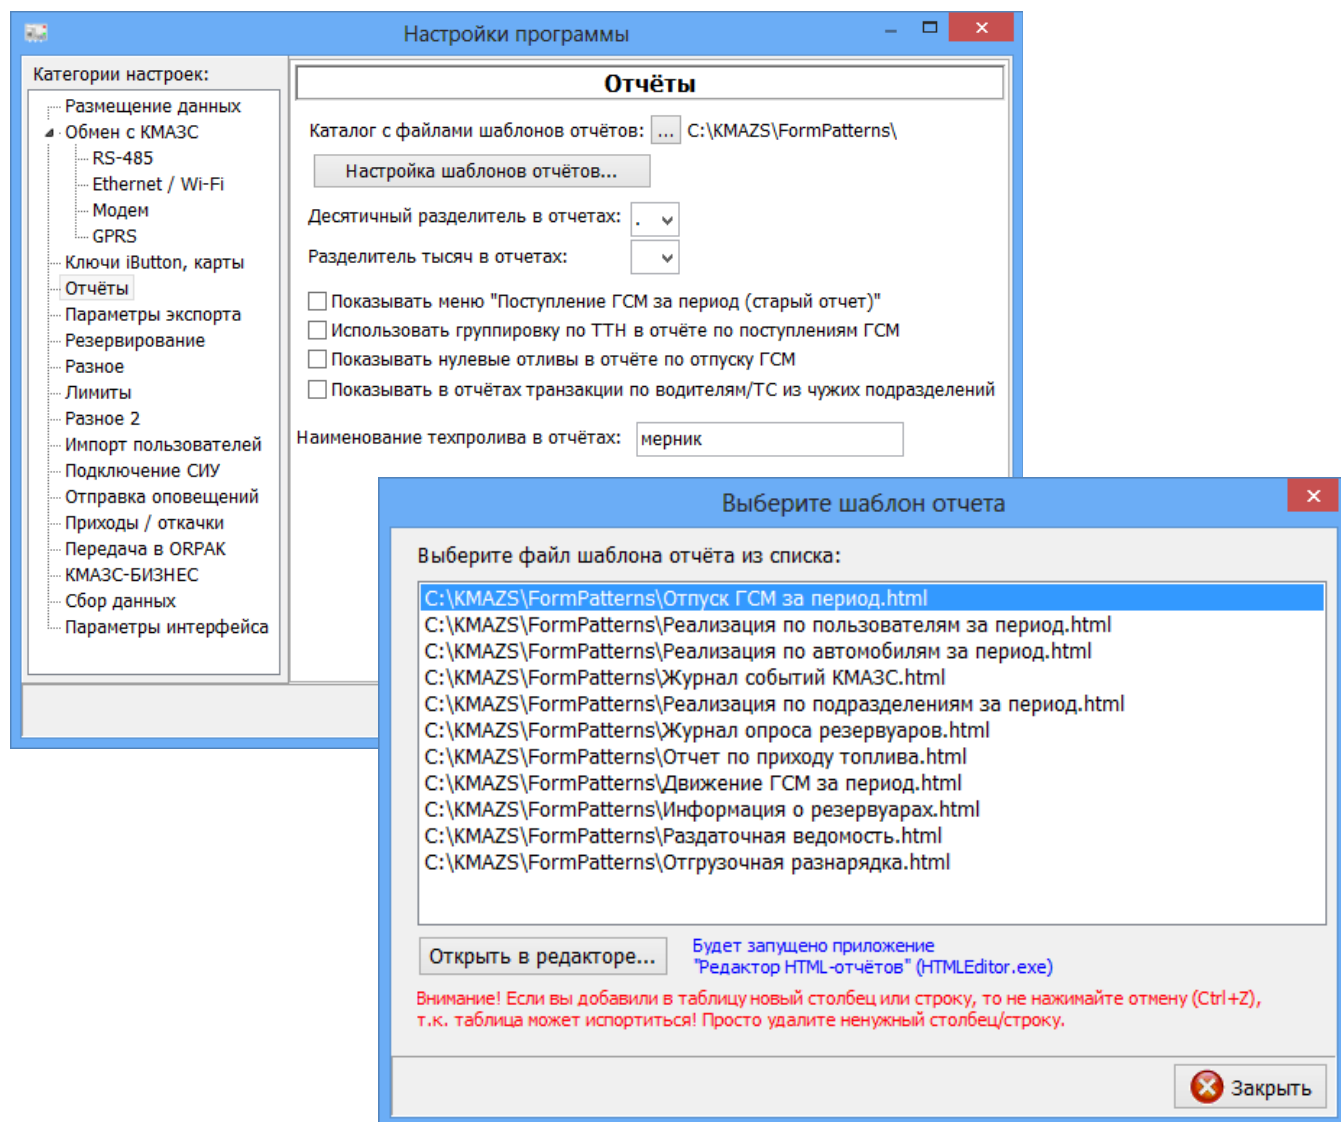

Рис. 30
В меню Настройки\Настройки программы\Отчеты (рис.30) задаются настройки отчетов.
Для изменения шаблона отчета нажмите кнопку «Настройка шаблонов отчетов...», в открывшемся окне (рис.30) выберите нужный шаблон и нажмите кнопку «Открыть в редакторе». Откроется HTML редактор, в котором можно изменить форму отчета (добавить или удалить столбцы, строки и переменные).
В меню Настройки\Настройки программы\Параметры экспорта (рис.30а) задаются настройки для формирования DBF-файлов (отчет «Экспорт отливов за период (1С,Excel)»). Описание полей созданного файла «Экспорт отливов за период» см рис.30б.
Для настройки автоматической выгрузки отливов в формате XML в заданный каталог, в указанный период нажмите кнопку «Дополнительные настройки экспорта...». В открывшемся окне включите настройку «Автоматически формировать и выгружать отчеты 1,11,21 числа» (рис.30а). Задайте следующие параметры:
Рис.30а
На закладке «Наименования файлов» дана расшифровка символов подстановки в маске названия файла экспорта(рис.30б).
Рис.30в
Расшифровка полей DBF-файла выгрузки отливов приведен в окне «Поля для выгрузки в DBF-файлы» (в строке «Экспорт отливов» нажмите кнопку «Поля...» рис.30в).
Для взаимодействия с 1С в меню Настройки\Настройки программы\Импорт пользователей (рис.30г) задайте следующие настройки для импорта пользователей:
1. Создайте каталог для обмена с 1С (например, c:\КМАЗС\Каталог_обмена_1С) и выберите его в окне рис.30г;
4. Прежде чем включать автоматическую проверку, выполните установку кодов синхронизации, нажмите на кнопку «Выполнить установку кодов синхронизации» (рис.30д). В открывшемся окне выберите созданный вами файл пользователей users.dbf (на основе пустого DBF-файла). Слева — записи из базы данных, справа - записи из файла users.dbf. Можно заполнить коды синхронизации автоматически, нажав соответствующую кнопку, или вручную, выбрав одного и того же пользователя справа и слева и нажав кнопку «Копировать код синхронизации». Для сохранения изменений нажмите «Ок».
6. Можно восстановить пользователей из файла (рис.30г).
Приведен пример выполнения обработки DBF-файла вручную и пример окна ручного импорта (рис.30д). Перед экспериментами лучше делать резервную копию базы данных. Версию программы лучше обновить до 3.39 или выше.
Рис.30г
Рис.30д
3. В окне «Передача в ORPAK» (меню Настройки\Настройки программы\Передача в ORPAK (рис.30е)) необходимо задать настройку «Автоматически передавать данные об отливах на сервер ORPAK». Настройки в поле «Информация о сервере» (Хост, Порт, Обработчик запросов) заданы по умолчанию (их изменять не надо). Настройки в поле «Данные авторизации» (Логин, Пароль, Код офиса) необходимо запросить у дилеров RGR auto LTD. Задайте дату, с которой будут учитываться произведенные отливы. Для проверки связи с офисом «Site_code» нажмите кнопку «Проверка связи».
Рис.30е
Механизм просмотра состояния ТРК и резервуаров на экране оператора работает только для вида связи RS-485. Для включения данного механизма перейдите в окно «Настройки программы\Параметры интерфейса» и задайте следующие настройки (рис.30ж).
Рис.30ж
Чтобы в главном окне оператора появилась дополнительная панель для просмотра состояния ТРК и резервуаров необходимо в окне настроек в разделе "Параметры интерфейса" включить галку «Показать дополнительную панель (в главном окне)» (рис.30ж) и поставить галки для отображения состояния нужного оборудования. Если галка включена, то в главном окне программы будут 2 вкладки: "Контроллеры" и "Дополнительно".
Для просмотра состояния ТРК и резервуаров на экране оператора выберите вкладку «Дополнительно», появится панель с тремя вкладками: состояние ТРК(рис.30з), состояние резервуаров и график опроса резервуаров(рис.30и).
Рис.30з
Рис.30и